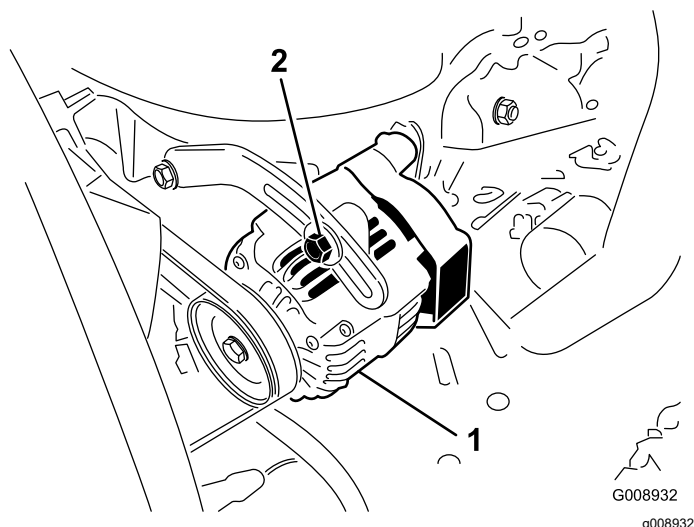

**Figure 56**
2. Si vous n'obtenez pas une flèche de 10 mm ( $\frac{3}{8}$  po), desserrez les boulons de fixation de l'alternateur (Figure 56).